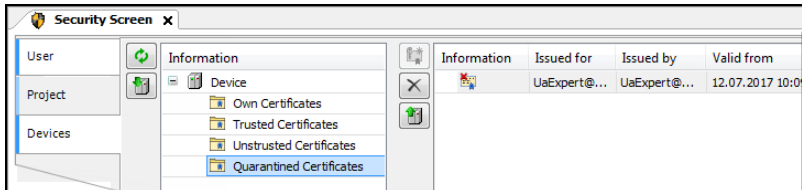

Рис. 3.54. Сертификаты на карантине
8. Выберите папку «Сертификаты на карантине» (см. рис. 3.54). Сертификат клиента UaExpert@... отображается справа.